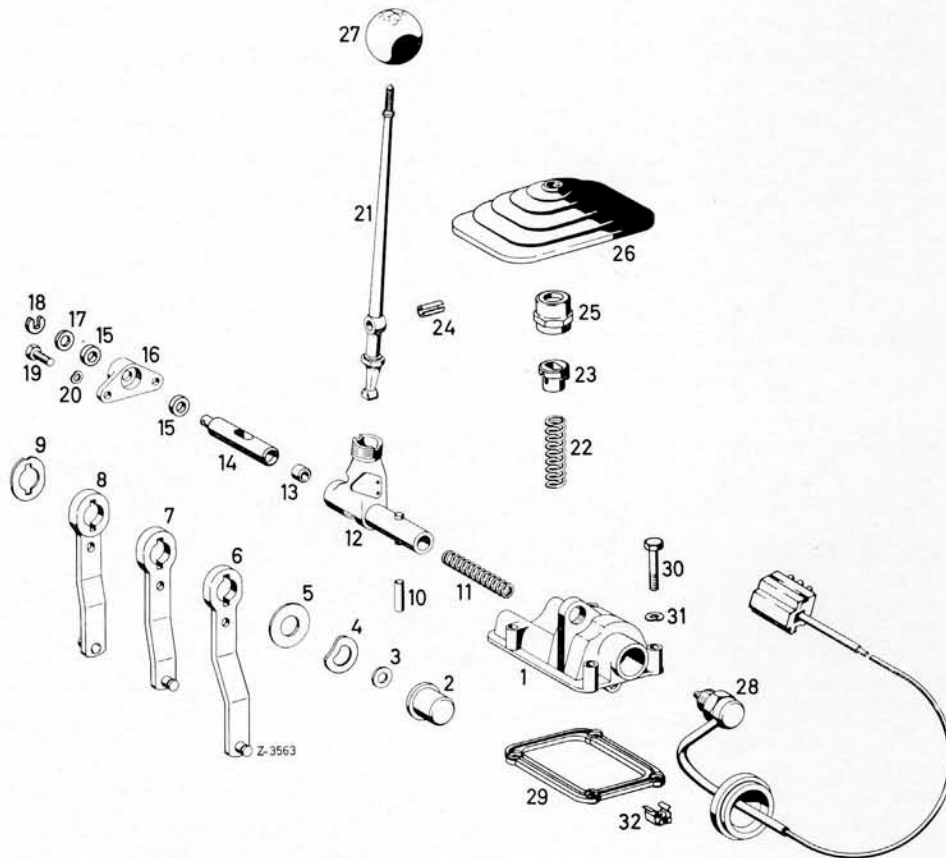

Bild 26-2/1
1. Kunststoffbüchse (2) in den Lagerbock (1) von innen her einführen (Bild 26-2/2).
2. Scheibe (3) mit etwas Fett in die Kunststoffbüchse einkleben.
3. Nutscheibe (9), ebenfalls mit etwas Fett, in den Lagerbock einsetzen.
4. Schaltzwischenhebel (6, 7 und 8) in der richtigen Reihenfolge (Bild 26-2/1 und 2) in den Lagerbock einführen und das sich ergebende Axialspiel durch die Beilagscheibe (5) und die Wellscheibe (4) ausgleichen.
**Anm.:** Ist das Axialspiel trotz Beilegen dieser Scheiben noch zu groß, kann eine zweite Scheibe (5) hinzugefügt werden.